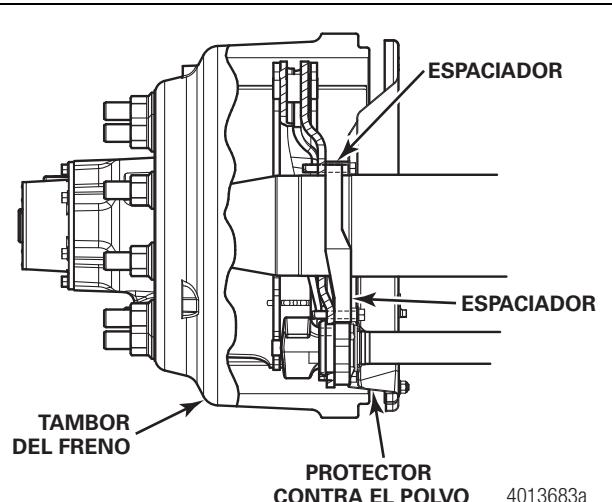

Figura 6.20
- En los ejes fabricados con frenos de 16.5 x 8, 8.625 pulgadas y 10 pulgadas se instala un conjunto de espaciador a fin de espaciar el protector contra el polvo y, así, poder alojar el equipo de frenos que es más ancho. Figura 6.20.